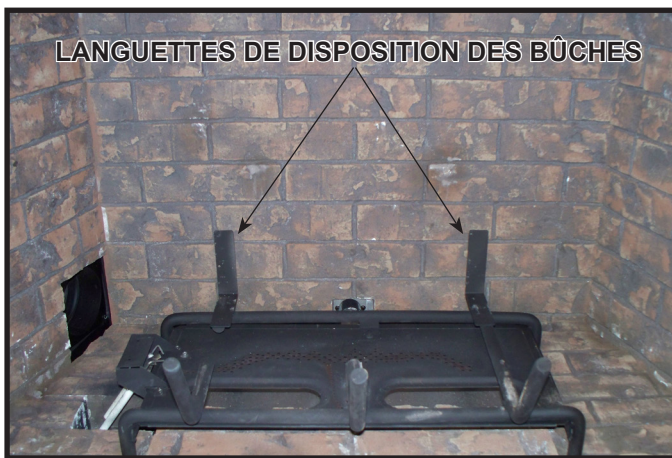

Figure 1.
**ATTENTION** : Les bûches sont fragiles, les manipuler avec prudence. **Bûche n° 1 (2284-701)** : Localisez l'encoche de pose de la bûche au bas de la bûche n° 1. Voir la figure 2. Assemblez l'encoche du bas de la bûche n° 1 avec les dents de grille. Glissez la bûche n° 1 vers l'arrière de l'appareil, jusqu'à ce son côté arrière touche les languettes de disposition comme indiqué à la figure 1. Voir la figure 3.